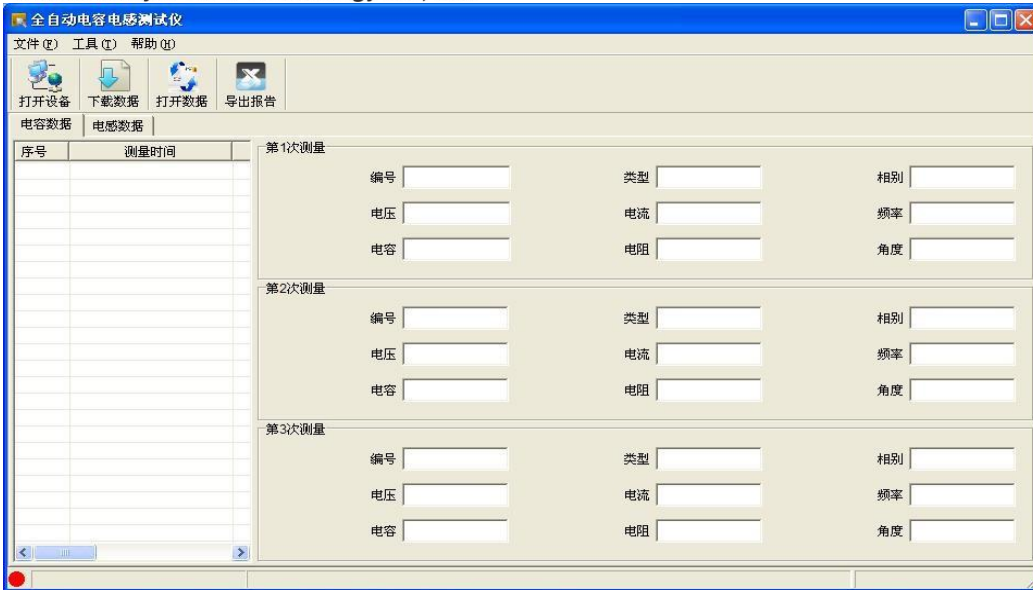
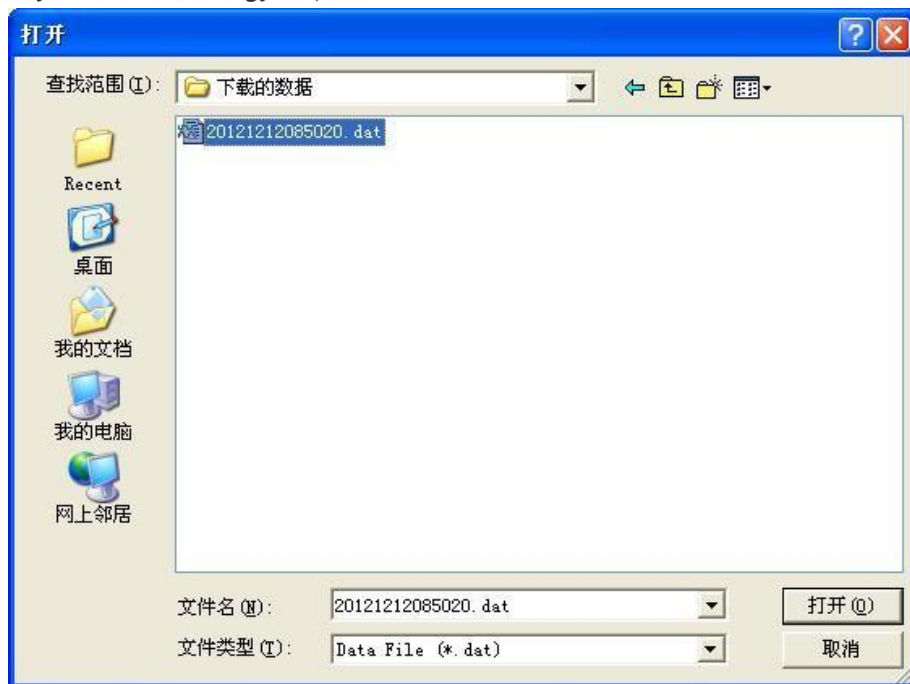

图 4.4
图 4.11 打开数据
1. 通信连接线连接好后，打开仪器电源，待仪器进入图 3.1 所示主界面后，点击“数据通信”，然后运行“全自动电容电感测试仪.exe”，如图 4.4 所示。
4. 打开数据：在图 4.4 中，也可以通过点击“打开数据”按钮，查看已保存在PC 机中的历史数据，如图 4.11 所示。